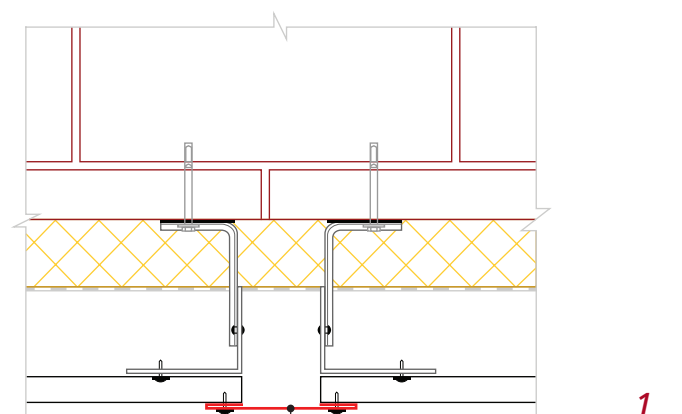

Рис. 13
■ Планку стыковочную простую **1** крепите после монтажа панелей сайдинга (рис. 13). Рекомендуется использовать саморезы ПШС с окрашенной головкой, вытяжные заклепки или кровельные саморезы 5,5x19.